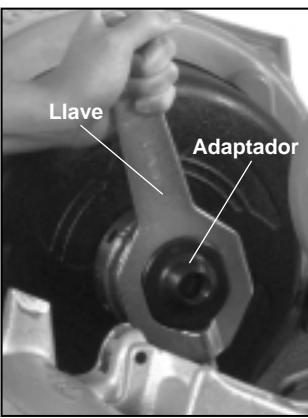

Figura 14 – Instalación del mandril niplero y del adaptador
4. Instale el adaptador adecuado y apriételo con la llave. (Figura 14)